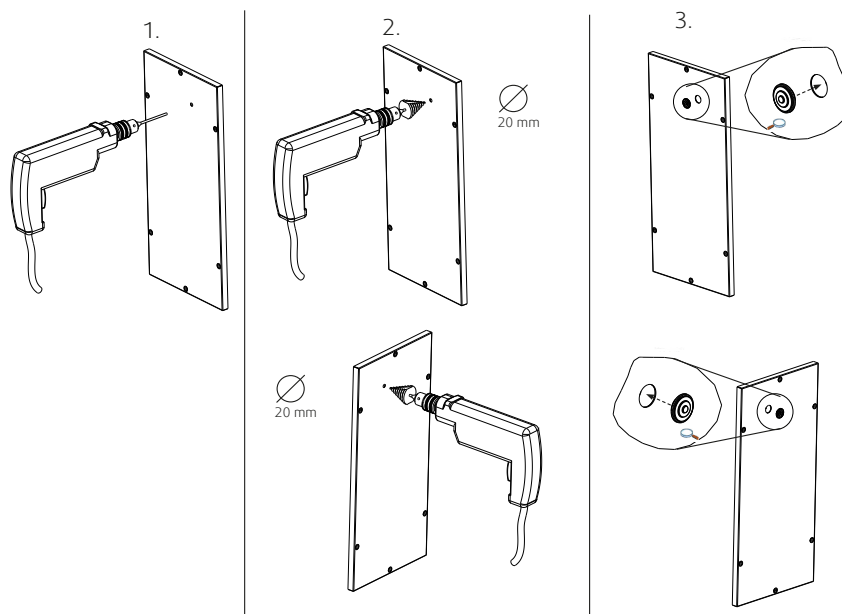

Fig. 2 Kabelgenomföringspanel
Om kabelgenomföring genom panelen behövs, observera följande anmärkningar och instruktioner, se Fig. 2 *Kabelgenomföringspanel*, sida 16.
- ◆ Utför alla arbetssteg enligt följande instruktioner Fig. 2 *Kabelgenomföringspanel*, sida 16 på båda sidor av den dubbelväggiga panelen.